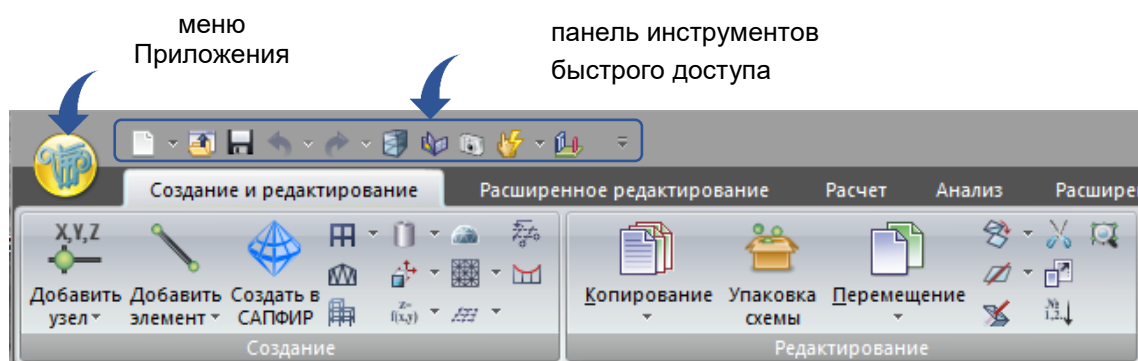
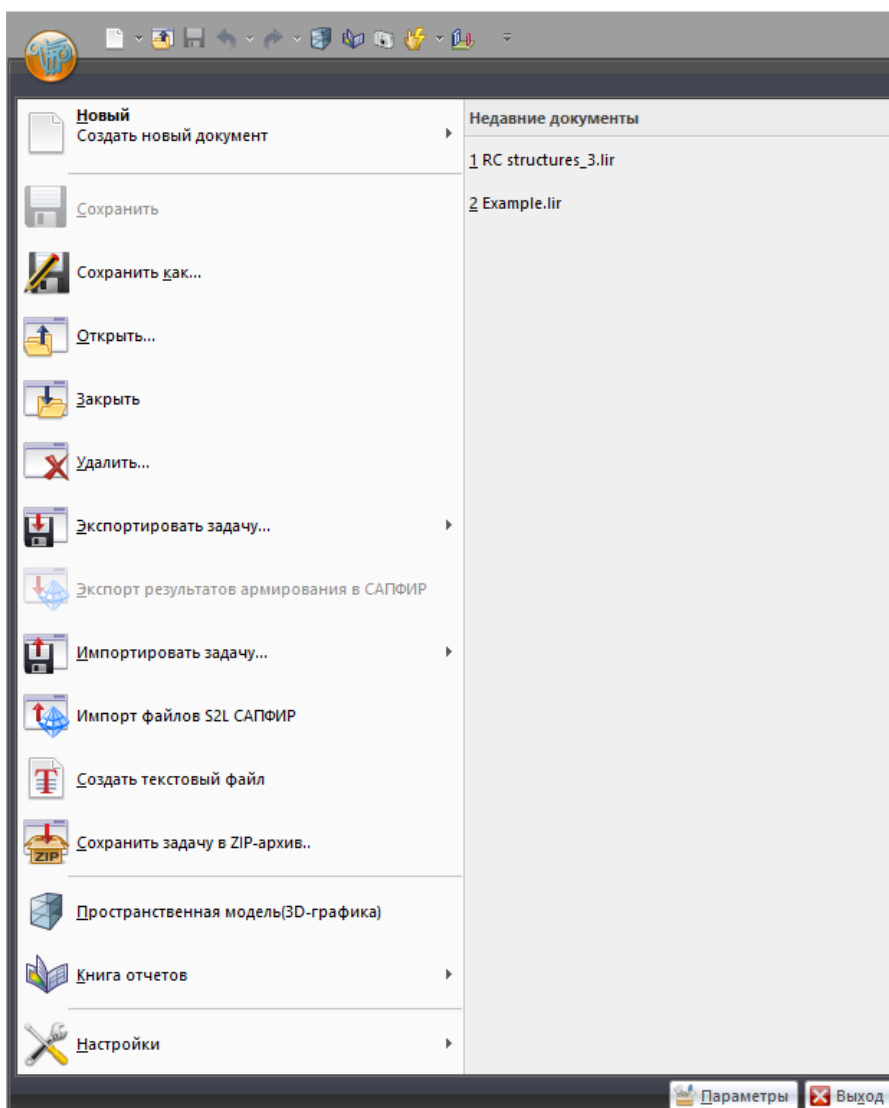

Рис. 4. Панель инструментов быстрого доступа
Рис. 5. Развернутое Меню приложения
**Панель инструментов быстрого доступа** (рис.4) – панель быстрого доступа располагается в верхней части окна приложения (вдоль ленты, над или под ней) и обеспечивает непосредственный доступ к определенному набору команд.
**Меню приложения** (рис.5) – меню для работы с файлами документа и настройкой параметров для графического отображения схемы и расчета.
**Меню приложения** (рис.4, рис.5) – операции, обеспечивающие работу с файлами, которые использует ВИЗОР-САПР.